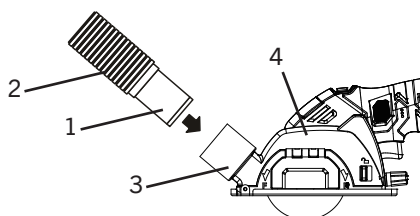

FIG. 7
1. Assurez-vous que le cache anti-poussière (4) est correctement installé sur l'outil (reportez-vous à la section Installation du cache anti-poussière si nécessaire).
2. Enfoncez le petit raccord d'aspiration (1) situé à l'extrémité du tuyau d'aspiration (2) sur l'orifice de dépoussiérage (3) situé à l'avant gauche du cache-poussière (4) (Fig. 7).